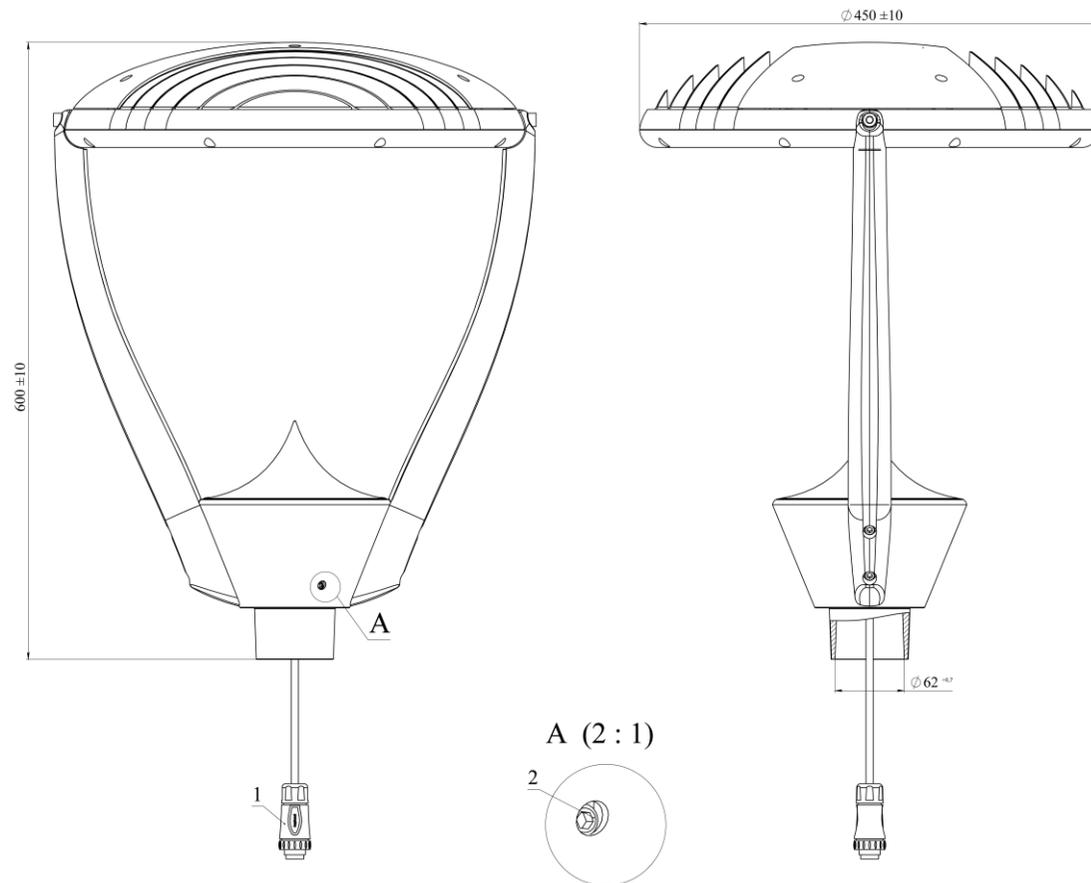
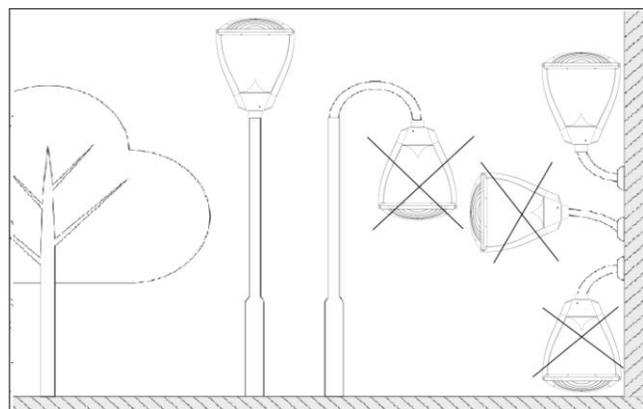

Рисунок 1
Рисунок 3
2.1 Торшерные светильники серии GALAD Факел LED (Рисунок 1) со светодиодными модулями предназначены для функционально-декоративного освещения парков, скверов, бульваров, зон отдыха, территорий микрорайонов, коттеджных посёлков.
5.2 Соединить разъем светильника (поз.1) Рисунок 1 с ответным разъемом, установленным на питающий кабель.
5.3 Ослабить установочные винты (поз.2) Рисунок 1 таким образом, чтобы концы установочных винтов были заподлицо с внутренней поверхностью основания светильника (**Запрещается выворачивать полностью установочные винты**), установить светильник на трубу Ø50...60мм. (Рисунок 3), затянуть установочные винты (поз.2) с усилием 5...8Н·м. (Рисунок 1).